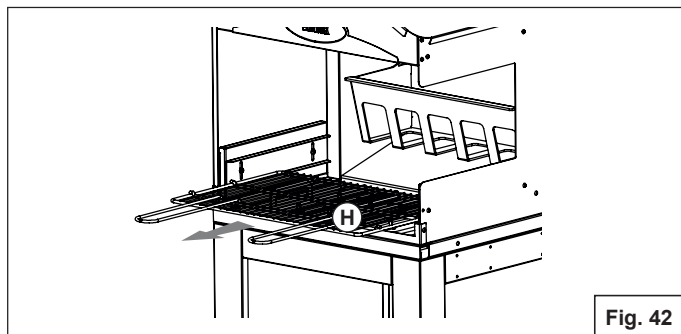

Fig. 42
1. Sfilare la griglia in acciaio inox (H) (Fig.42)